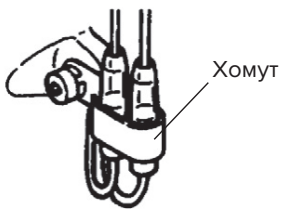

Рис. 3c
8. Зажмите и зафиксируйте провода выключателя и соединители с помощью хомута (рис. 3c).